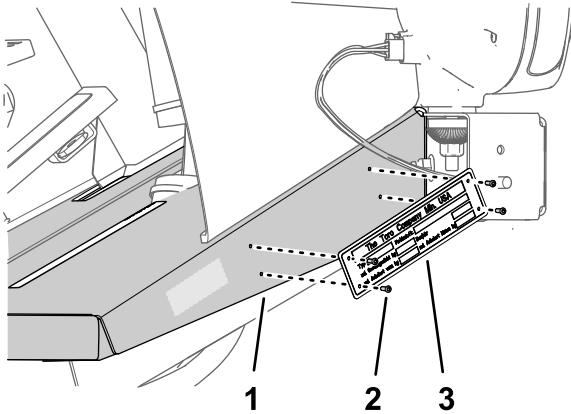

Bild 63
- 6. Befestigen Sie das Typenschild mit vier Nieten am Bodenplattenkanal (Bild 63).